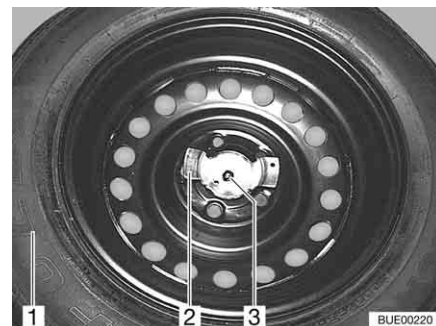

Fig. 236 Fixation de la roue de secours
- Dévisser les deux écrous (Fig. 236,2 et 3).
- Retirer la roue de secours (Fig. 236,1) de son étrier.